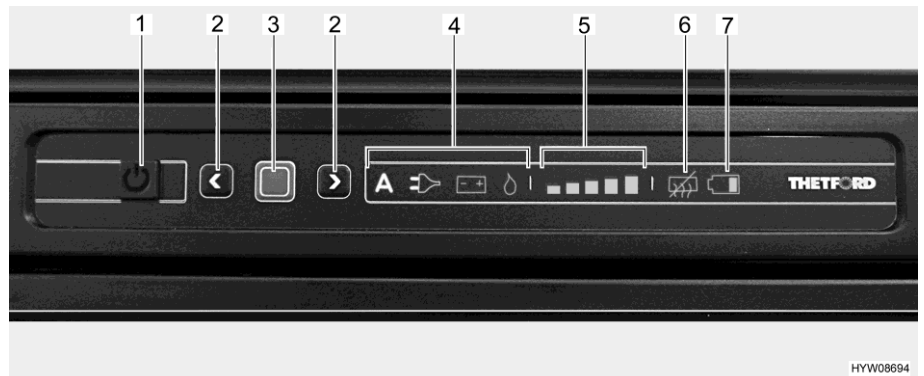

Bild 242 LED-Bedienfeld (Kühlschrank Thetford)
- Taste Ein/Aus (Bild 242,1) 1 Sekunde lang drücken. Die Taste leuchtet grün auf. Nach ca. 10 Sekunden wird die Anzeige aus Energiespargründen gedimmt.
- Bestätigungstaste (Bild 242,3) drücken. Die zuletzt gewählte Betriebsart wird angezeigt.
- Bestätigungstaste (Bild 242,3) ca. 2 Sekunden lang drücken. Die Betriebsartensymbole blinken.
- Manuelle Energiewahl: Mit den Pfeiltasten (Bild 242,2) die gewünschte Energiequelle auswählen.
- Automatische Energiewahl (nur bei Ausführung mit automatischer Energiewahl): Mit den Pfeiltasten (Bild 242,2) die Betriebsart "A" auswählen.
- Auswahl mit Bestätigungstaste (Bild 242,3) bestätigen.
- Bestätigungstaste (Bild 242,3) erneut drücken. Die Kühlstufen-Anzeige (Bild 242,5) blinkt.
- Zum Ändern der Einstellung die Pfeiltasten (Bild 242,2) drücken, bis die gewünschte Einstellung angezeigt wird.
- Taste Ein/Aus (Bild 242,1) etwa 2 Sekunden lang drücken. Alle Leuchten erlöschen. Der Kühlschrank ist abgeschaltet.
**Kühltemperatur-Regelung** Nach dem Einschalten wählt der Kühlschrank automatisch die zuletzt gewählte Thermostat-Einstellung. Diese Einstellung kann manuell mit den Pfeiltasten (Bild 242,2) nachgeregelt werden. Es dauert einige Stunden, bis der Kühlschrank die normale Betriebstemperatur erreicht hat. Beim Umschalten auf eine andere Betriebsart wird die Thermostat-Einstellung beibehalten.